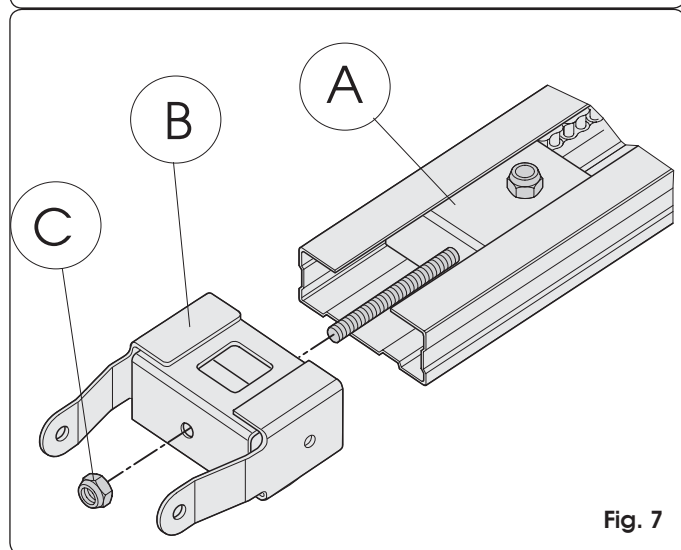

Fig. 7
- 2) Deslice el grupo de reenvío a lo largo de toda la guía de deslizamiento (Fig. 7 ref. A) hasta colocarlo cerca del terminal anterior, es decir, el opuesto al grupo de acoplamiento tracción.
- 3) Ensamble el empalme anterior (Fig. 7 ref. B) al grupo de reenvío (Fig. 7 ref. A).
- 4) Tense ligeramente la cadena atornillando la tuerca (Fig. 7 ref. C).